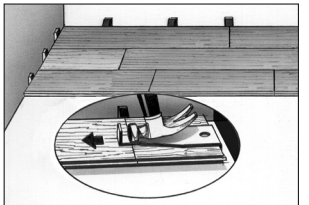

Figure 11
- Utilisez au besoin une barre de tirage pour vous assurer que les joints sont serrés (fig. 11).